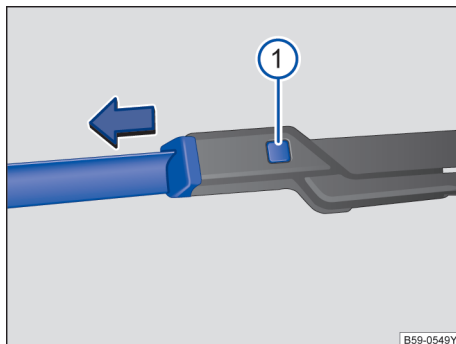

图 122 更换车窗刮水器刮水片
- 按住分离按钮⇒图 122 ① 同时沿图示箭头方向拉出刮水片。